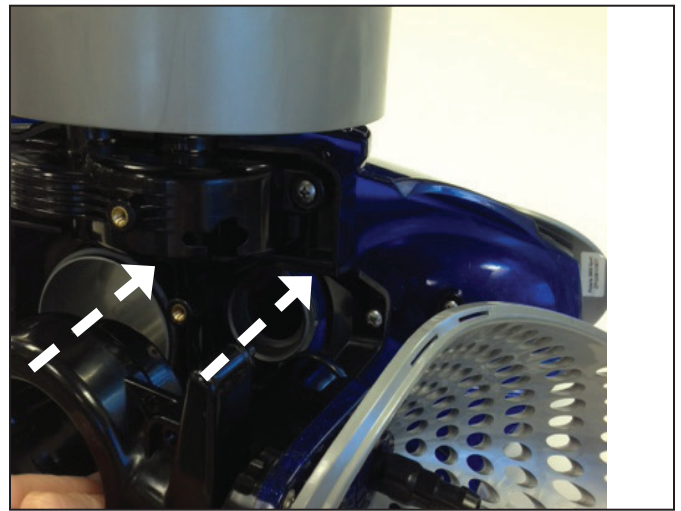
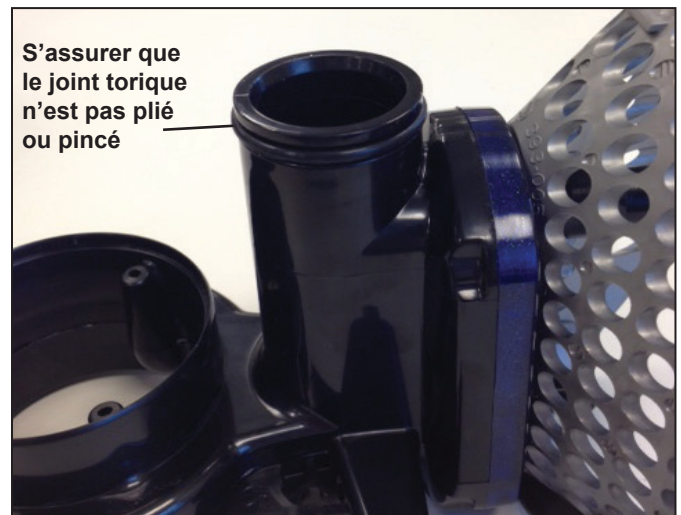

Figure 19. Aligner le système de gestion de l'eau
Figure 20. Joint torique correctement fixé sur le tuyau d'alimentation
6. Aligner le système de gestion de l'eau et le boîtier arrière avec le châssis du nettoyeur (Figure 19). S'assurer que le joint torique est toujours fixé sur le tuyau et n'est pas plié ou pincé (Figure 20).